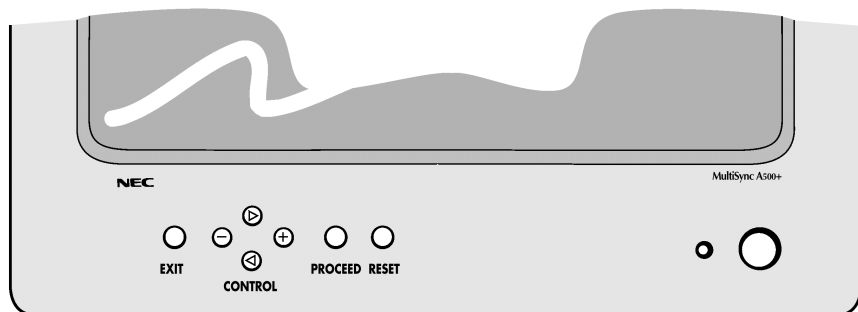

Figura D.1
5. Accendete il vostro monitor MultiSync (Figura D.1) e il computer.